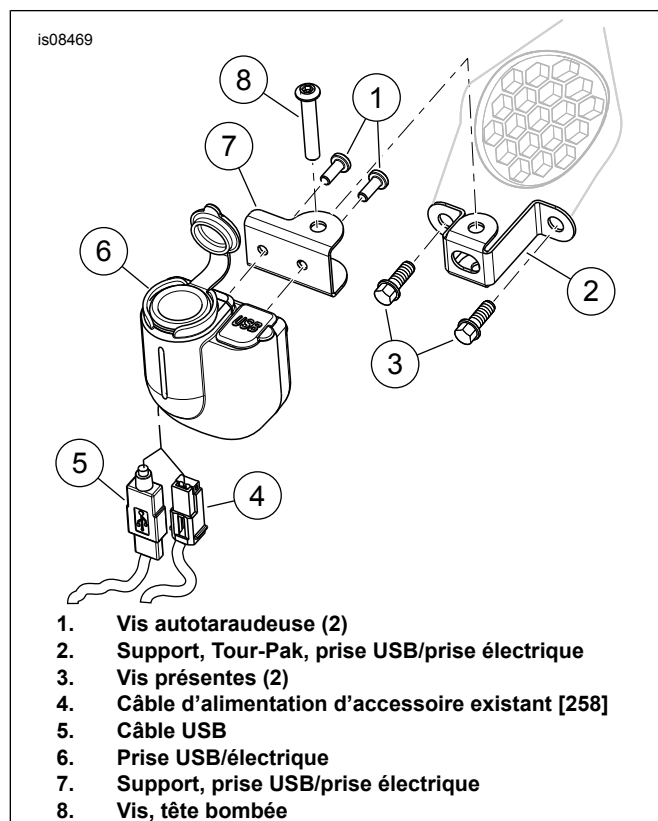

Figure 5. Prise USB/12 volts, Tour-Pak
3. Voir Figure 5. Retirer les vis (3) et la prise électrique, si elle est présente.
4. Installer le support (7) sur la prise USB/électrique (6) [299] en l'attachant avec les vis (1) comme illustré.
5. Installer le support (2) en l'attachant avec des vis (3). Serrer les vis à un couple de 2,8–4 N·m (25–35 **in-lbs**).
6. Accoupler le câble d'accessoire (4) et le câble USB (5) à la prise USB/électrique.
11. Installer la prise USB/électrique sur le support (2) en l'attachant avec la vis (8). Serrer les vis à un couple de 2,2–2,8 N·m (20–25 **in-lbs**).